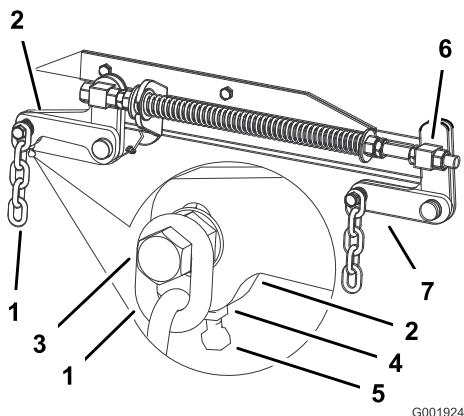

Figura 61
7. Se le misure al punto B o C non sono esatte, allentate il bullone che monta la catena posteriore al braccio di supporto posteriore (Figura 61).
8. Allentate il controdado sottostante il braccio di supporto posteriore, e regolate il bullone di regolazione fino ad ottenere una misura tra 79 e 83 mm (Figura 61).
7. Allentate di 13 mm circa i controdadi delle parti girevoli anteriori destra e sinistra (Figura 61).
8. Regolate i dadi di sollevamento sui lati destro e sinistro della macchina finché la parte anteriore della macchina non risulta più bassa di 6–10 mm al punto A rispetto al punto B della parte posteriore (Figura 61).